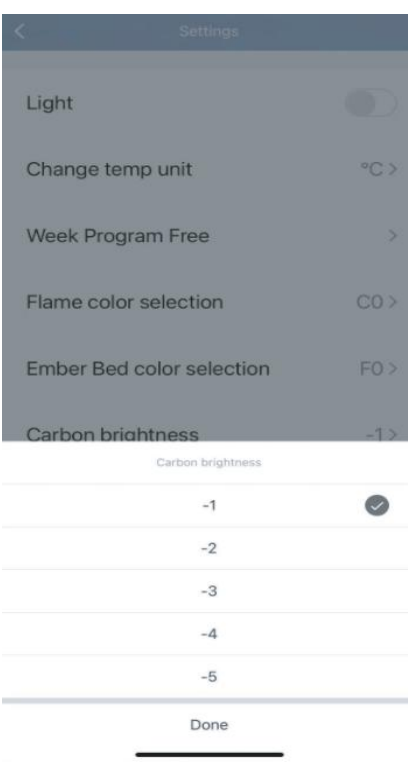

Abb. 13
8. Öffne die Kohlen-Helligkeit und wähle eine Helligkeitsstufe zwischen „-5“ bis „-1“, wie in Abbildung 13 gezeigt.